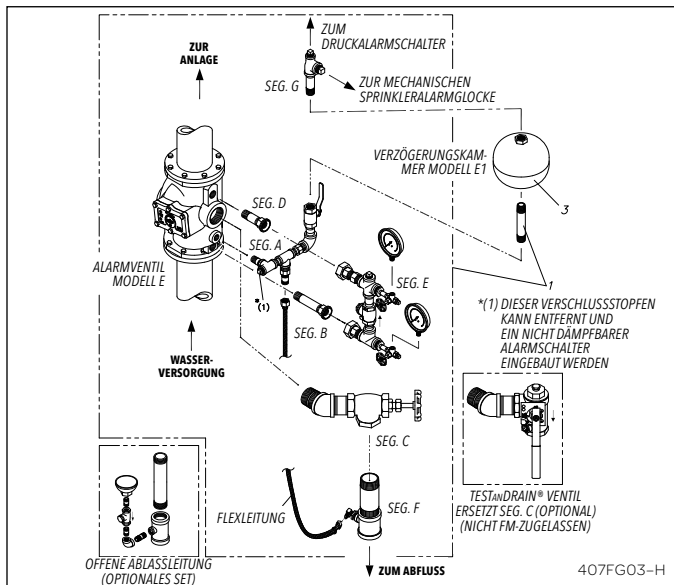
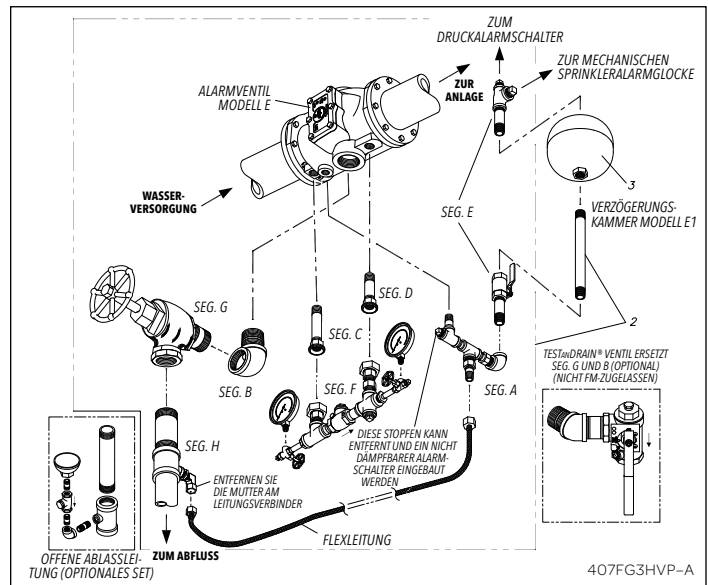

Abb. 3 – Variabler Druck/Vertikale Installation
Abb. 5 – Variabler Druck/Horizontale Installation
nicht geknickt oder verknötet sein. Anmerkung: Ein Kit für eine offene Ablassleitung ist optional und kann separat erworben werden, als Ersatz für Segment F (Abb. 3) und Seg. H (Abb. 5).
• **Horizontale Installation (Abb. 5 und 6 und 8)**
Die Bewegung der Klappe (4) am Scharnierstift (8) gibt die Nut im Sitz (3) frei und lässt Wasser durch die Nut in den Auslass der Alarmleitung und in die Alarmleitung fließen (Abb. 5).
**Variabler Druck (Abb. 3 und 5)**